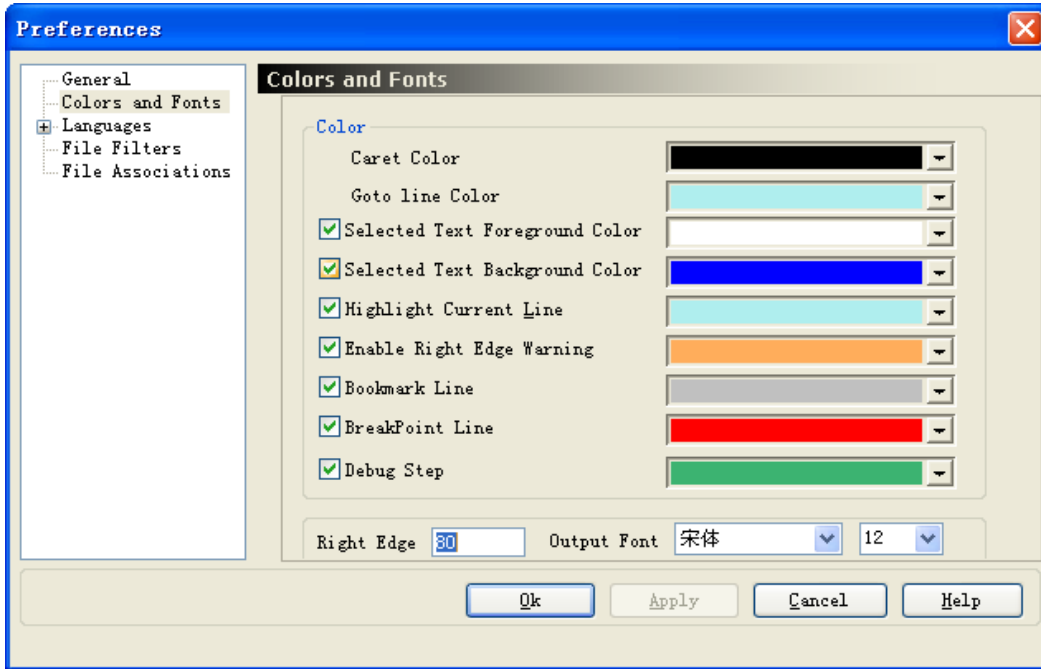

图 4.11 颜色和输出窗口字体设置 (Colors and Fonts)
2. Colors and Fonts - 颜色和输出窗口字体设置(如图 4.11)